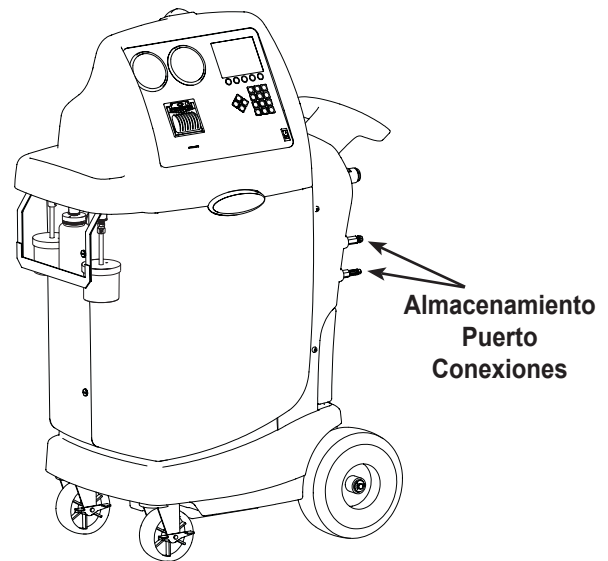

Figura 7
1. Conecte las mangueras de servicio a las conexiones del puerto de almacenamiento de la unidad (como se muestra en la Figura 7).